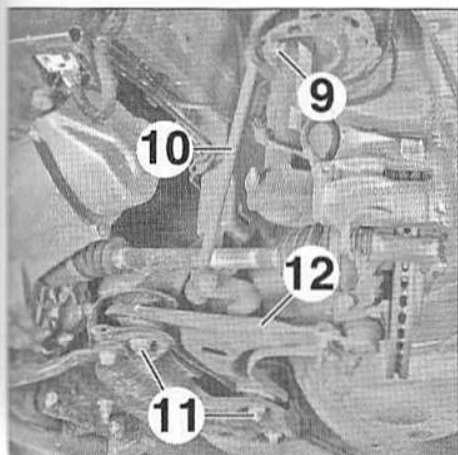

FIG.21
- Déposer l'écrou supérieur (9) de la biellette de liaison, en contre-serrant la rotule à l'aide d'une clé à empreinte Torx (Fig.21).
- Ecarter la biellette (10) de l'amortisseur.
- les boulons (11),
- le bras inférieur (12).